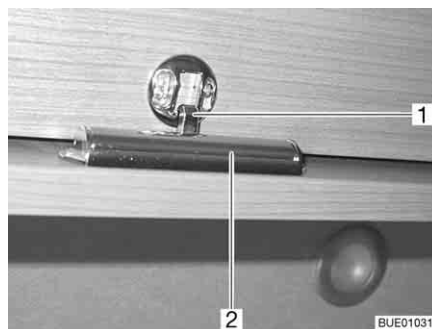

Bild 69 Skåplucka med låslist
- Tryck på låslisten (Bild 69,2) på skåpluckans insida och håll den intryckt.
- Tryck ner skåpluckan tills låset hörbart (Bild 69,1) griper tag.